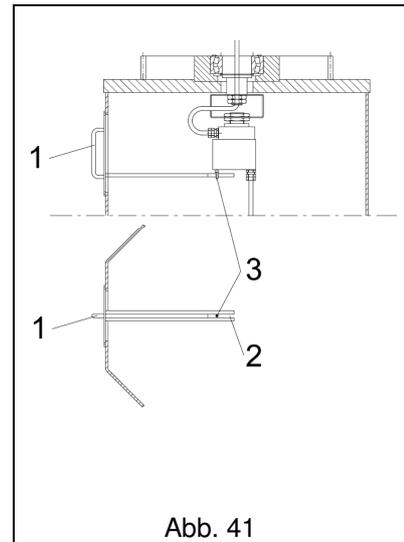

Abb. 41
3. Mit der Kollektorabdeckung **1** das Inspektionsfenster schließen und darauf achten, dass die an die Abdeckung geschweißte Gabelstange **2** in den Anschlagstift **3** des Kollektors rutscht. (Abb. 41)